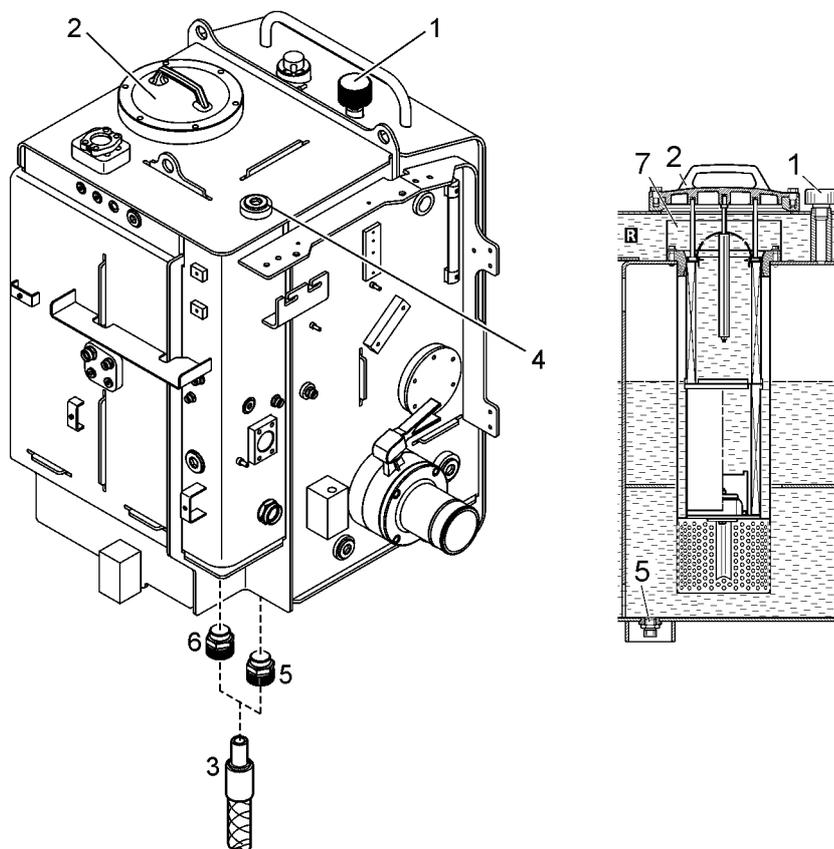

Fig. 5-43 Purga y nuevo llenado del aceite hidráulico
- ▶ Poner la manguera purgadora en las válvulas purgadoras **5** y **6** (véase Fig. 5-43) hasta que salga aceite sin agua.